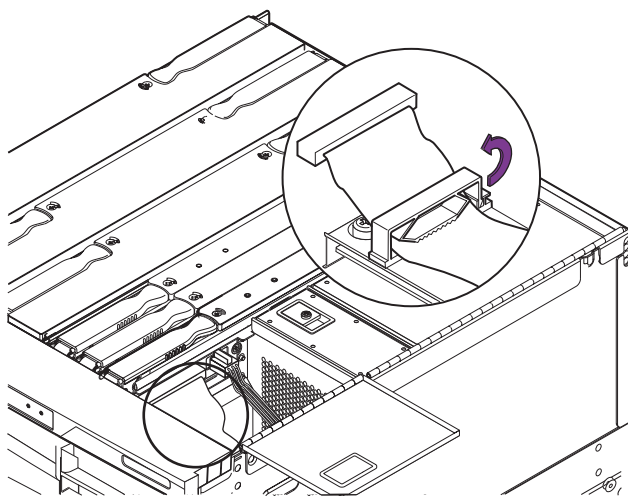
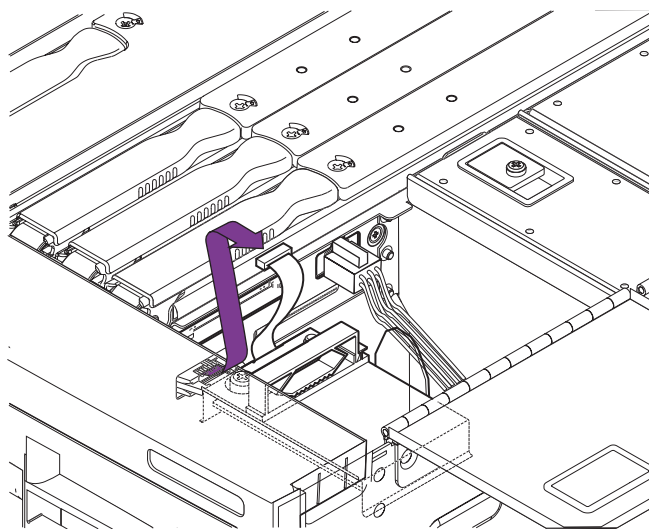

図 5-21 IDE ケーブルの取り外し
図 5-22 SCC リーダーケーブルの取り外し
9. IDE リボンケーブルおよび SCC リーダーケーブルを外します (図 5-21 および図 5-22)。
7. SCC リーダーケーブルを接続します (図 5-22)。